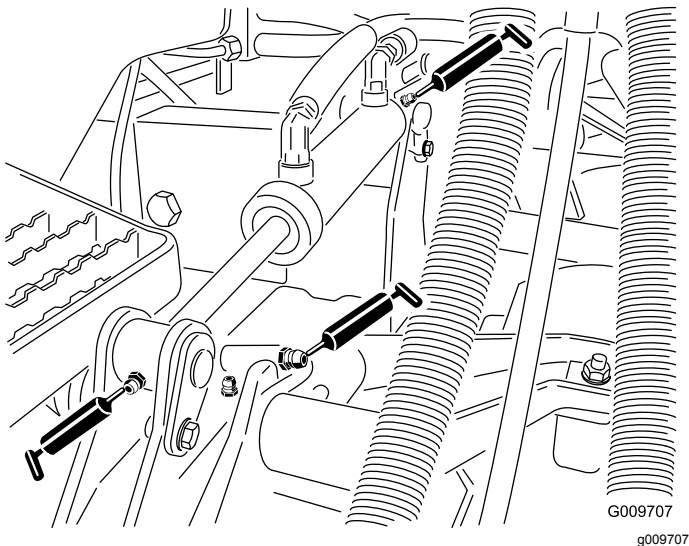

Bild 46
- Hubarmbüchsen (1 pro Mähwerk) (Bild 46)
- Hubzylinderbüchsen (2 pro Mähwerk) (Bild 46)